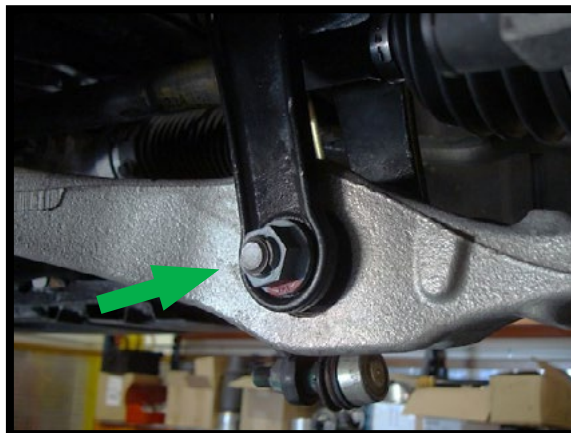

图8
10. 拆下减震器底部安装螺母，再拆下螺栓，最终从车上拆下空气支柱。(图8)